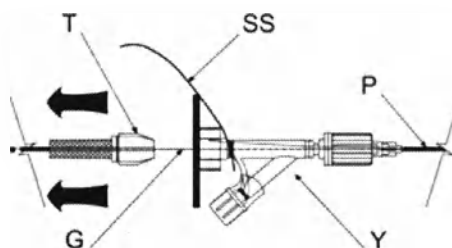

Рис. 20
- Крепко удерживайте одной рукой «Y»-переходник, другой рукой проталкивайте вращающее устройство не менее 30 см до момента, пока вы не увидите высвобождающееся изделие. Рис. 20 - 24.